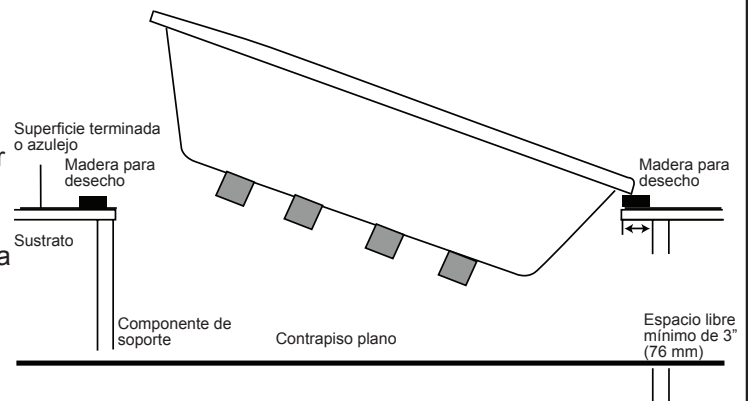

Figura 8 - Instalación empotrada
- 7 Coloque pedazos de madera para desecho en cada uno de los extremos del recorte; esto se utilizará como un soporte temporal antes de bajar la bañera completamente en la abertura (Figura 8).